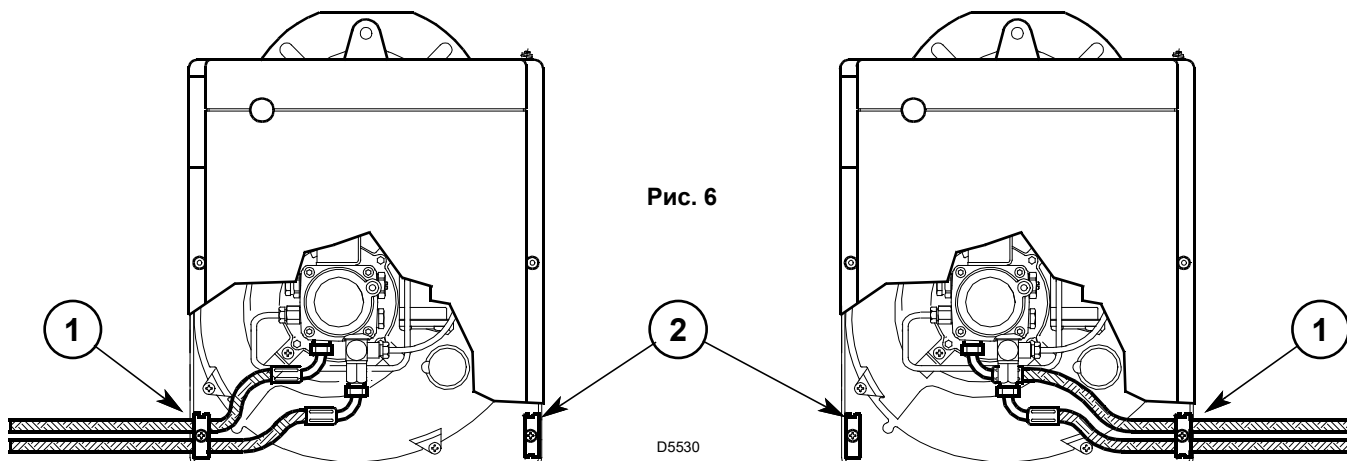

Рис. 6
В зависимости от стороны выхода труб, справа или слева от горелки, необходимо перевернуть крепежную пластину (1) и блокировочный уголок (2), (см. рис. 6).